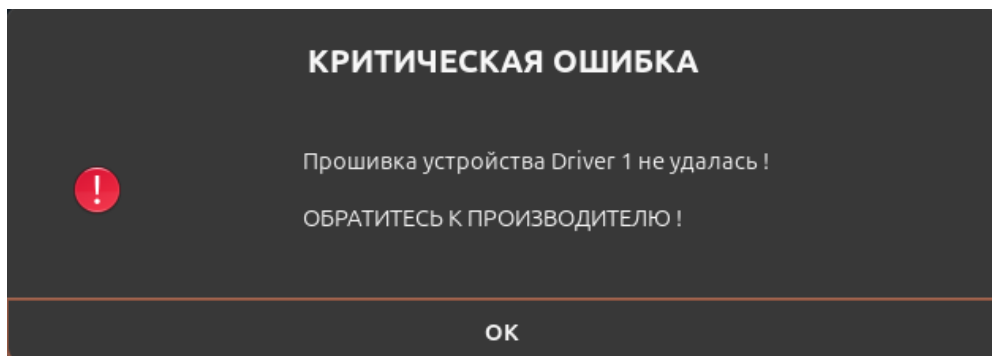

Рисунок II-80 – Уведомление о критической ошибке
- 7) если повторное обновление прошивки пройдет неуспешно, то отобразится уведомление о критической ошибке (см. Рисунок II-80);